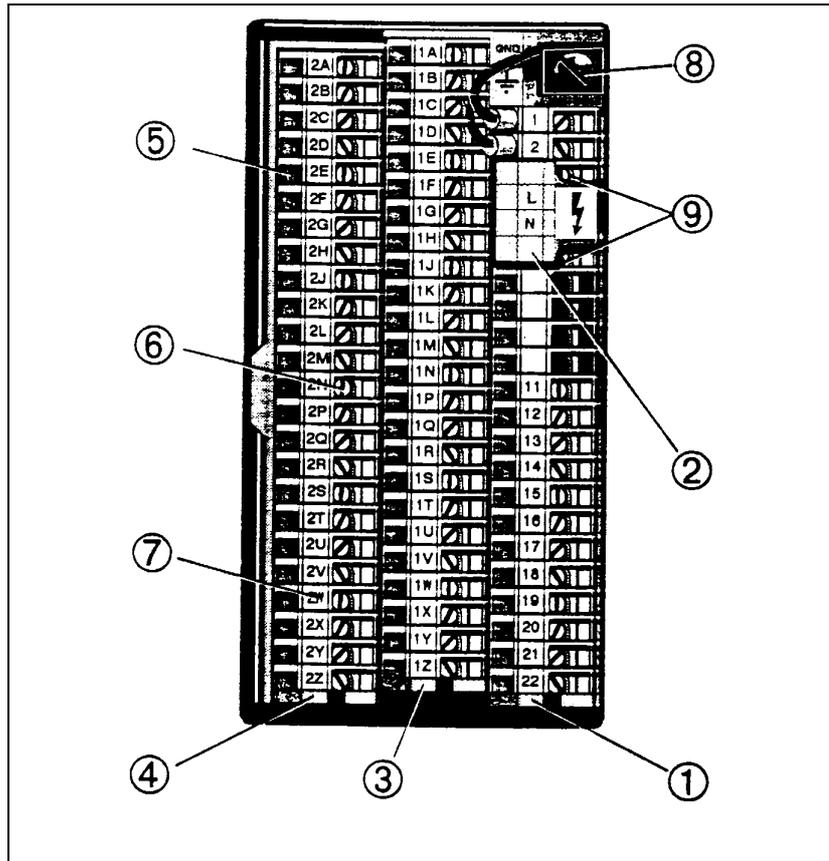

Bild 2-6 Typische Klemmenbelegung
Bild 2-6 zeigt die Klemmenbelegung anhand eines Beispiels. Die Klemmenbelegung des Gerätes hängt von den eingebauten E/A-Karten und von der gewählten Netzversorgung ab. Das Beispiel zeigt die Klemmenblöcke der Hauptplatine ① mit Sicherheitsabdeckung ② für den Netzanschluß, die Klemmenblöcke der E/A-Karten Steckplatz 1 ③ und Steckplatz 2 ④, Kabelanschlüsse ⑤, Befestigungsschrauben ⑥ und die Bezeichnung des Klemmenblocks ⑦. Schließen Sie die Klemme M4 ⑧ an einen störungsfreien lokalen Erdleiter an. Die Klemmen 1 und 2 dürfen nicht mit einem externen Erdanschluß verbunden werden.